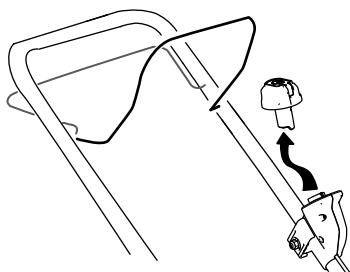

Рисунок 18
1. Извлеките кнопку электрического стартера (Рисунок 18).